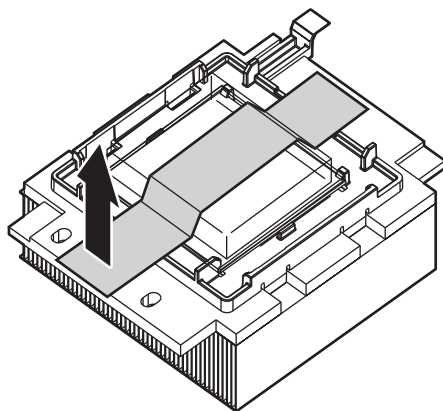

図 95. プロセッサからの保護カバーの取り外し
1. プロセッサから保護カバーを取り外します (図 95)。